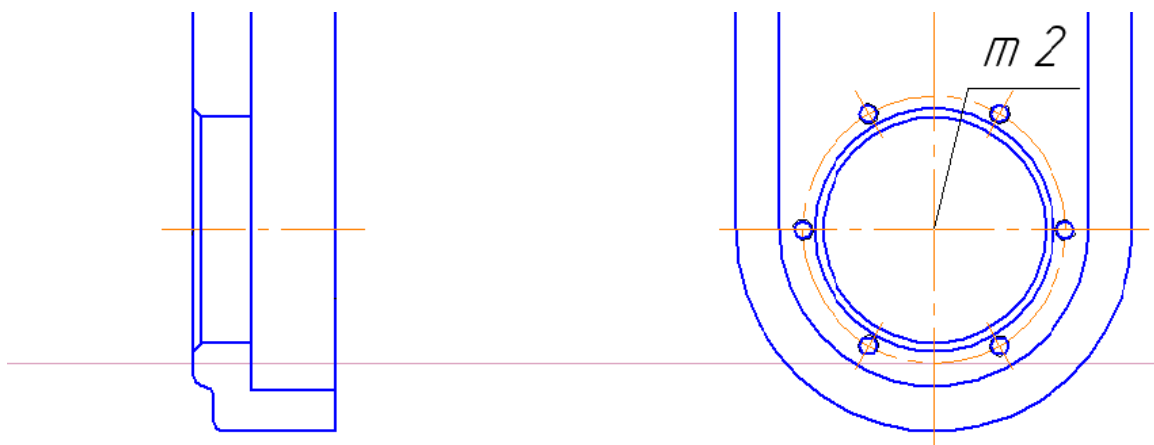

Рис. 143
15.1. Проводимо допоміжну горизонтальну лінію (кнопка *Горизонтальная прямая* ) , щоб позначити осьову лінію отвору (рис. 143).